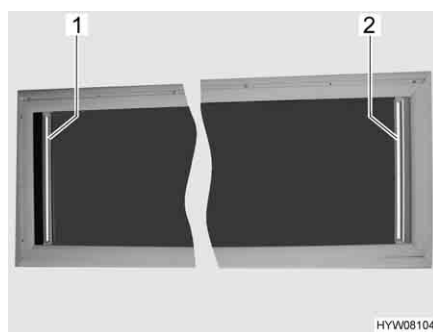

Fig. 29 Finestra apribile sul tetto
- Afferrare la tendina oscurante pieghevole (Fig. 29,2) per la parte centrale della barra di presa, estrarla e rilasciarla nella posizione desiderata. La tendina oscurante pieghevole rimane in questa posizione.
- Afferrare la tendina oscurante pieghevole (Fig. 29,2) per la parte centrale della barra di presa e spingerla lentamente nella posizione iniziale.
- Afferrare la protezione contro gli insetti (Fig. 29,1) per la parte centrale della barra di presa, estrarla e rilasciarla nella posizione desiderata. La protezione contro gli insetti rimane in questa posizione.